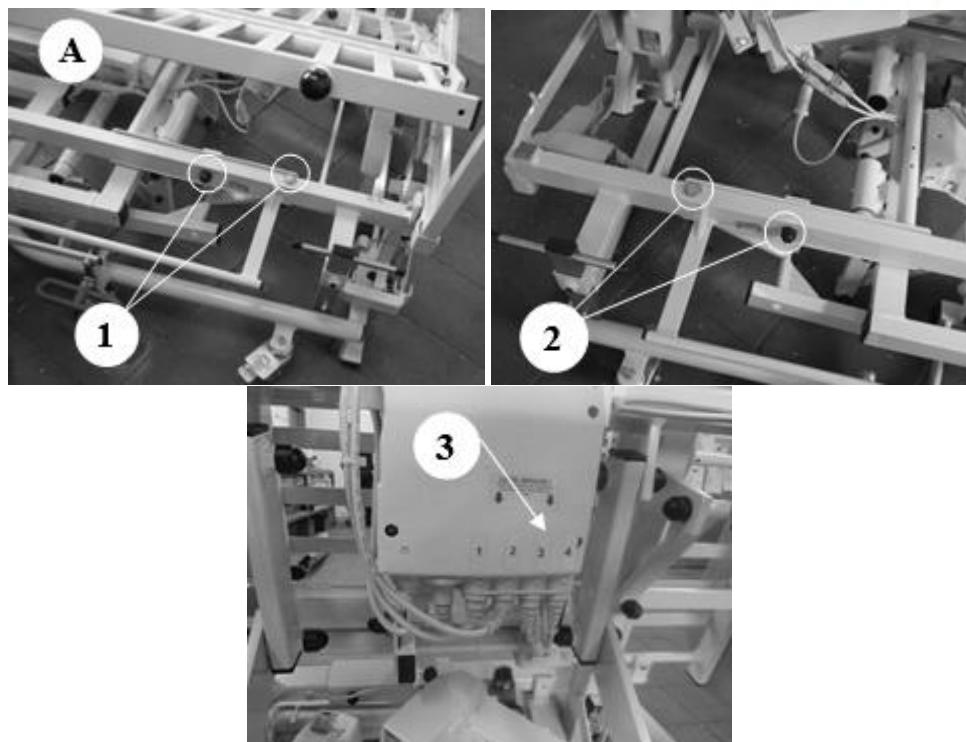

Abbildung 2: Vorgehen zum Trennen der Liegefläche vom Fahrgestell
1. Liegefläche in höchster Position mit Hilfe des Hand-tasters auf eine Seite (links oder rechts) drehen, damit die Fügestelle (A) zwischen Fahrgestell und Liegefläche gut zugänglich ist.
2. Beide Schraubverbindungen (1) lösen und Schrauben, Muttern und Kleinteile für den späteren Zusammenbau aufbewahren.
3. Liegefläche auf Gegenseite drehen und auch hier die beiden Verschraubungen (2) lösen. Wie unter Punkt 1) beschrieben.
4. Nun können alle Steckverbindungen an der Steuerung unter dem Knieknick ausgesteckt werden (3) 4 Steckverbindungen Antriebe (Nr. 1 bis 4)
5. Nachdem nun alle Schraubverbindungen demontiert und die Kabel ausgesteckt wurden, kann die Liegefläche mit zwei kräftigen Personen (Gewicht der Liegefläche ca. 95 kg) vom Fahrgestell abgehoben werden. (vgl. Abbildung 2)